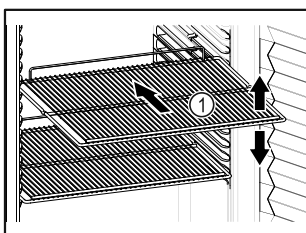

Fig. 57 Példaként szolgáló ábrázolás
- ❑ Ha a tároló rácsok Fig. 57 (1) áthelyezhetők, akkor igazítsa be őket a kívánt magasságnak megfelelően.